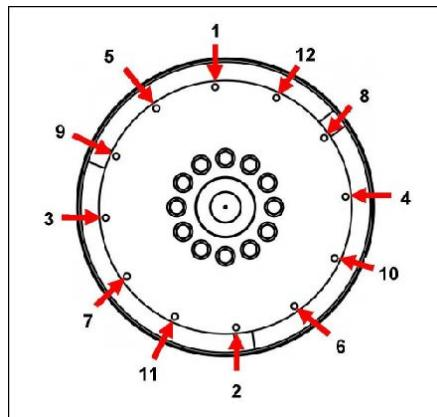

図 22. 固定手順
10. アライメント ダウエルを取り外します。肉厚ワッシャーをヘッドの下で使用して、カップリング ボルトを取り付けます。表示の順番で、ボルトを締め付けて、カップリング ディスクをフライホイールに固定します 図 22 ページ 37。